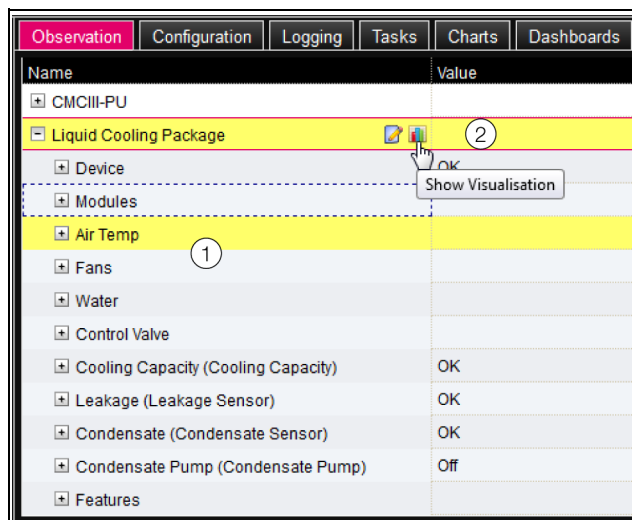

Fig. 117 : arborescence
Si, après avoir sélectionné le niveau « Liquid Cooling Package », les entrées subordonnées « Device », « Air », « Water » etc. s'affichent (fig. 117), passez à la représentation graphique de la manière suivante :
■ Appuyez sur le symbole « graphique » colorée derrière l'entrée « Liquid Cooling Package » sous la forme d'un diagramme stylisé (fig. 117, pos. 2).
L'affichage passe à la représentation arborescente (fig. 117) et vous pouvez accéder de manière ciblée aux différentes valeurs de réglage pour le Liquid Cooling Package.